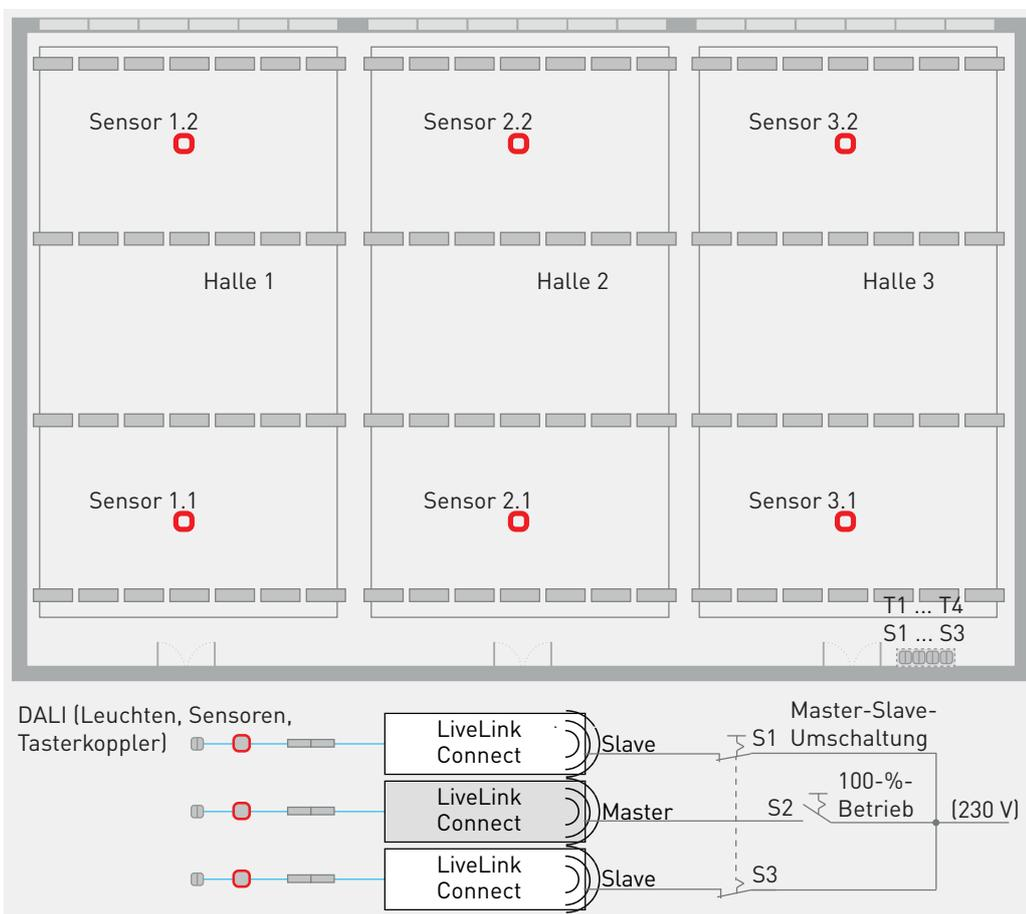

Abbildung 16:
- In dem Bedienpult bzw. dem abschließbaren Schrank werden je System fünf Taster (T1 ... T4) für aufrufbare Beleuchtungs-niveaus an die Tasterkoppler angeschlossen (siehe Abbildung 16).¹⁷
- Zwei weitere Schalter (S1 / S3) werden mit den Trennwänden gekoppelt, so dass sie beim Heben der Trennwände öffnen (siehe Kapitel „Plug and Play“ auf Seite 47 und Abbildung 16).
- Je zwei Sensoren pro Spielfeld sind anzubringen (siehe Abbildung 16).
Alle Leuchten und die 2 Sensoren werden einer Gruppe zugeordnet (siehe Abbildung 16). Der Sensor in der Raumtiefe wird für die tageslichtabhängige Regelung als Sensor 1 definiert.¹⁶